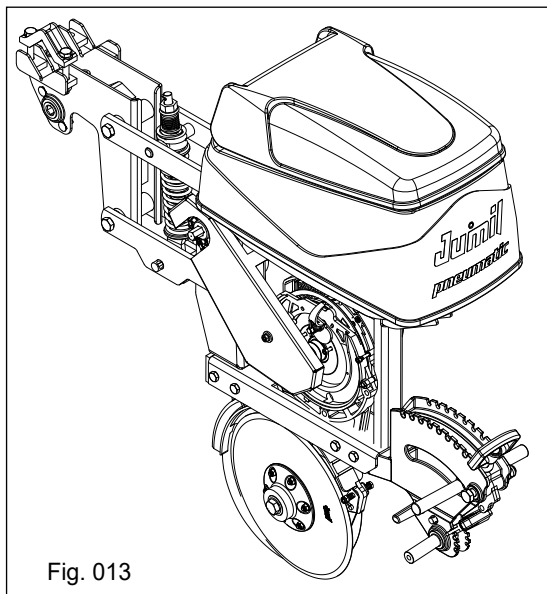

Fig. 013
- Montadas no tubo traseiro do chassi, ficam posicionadas paralelas umas a outras (Fig. 013);